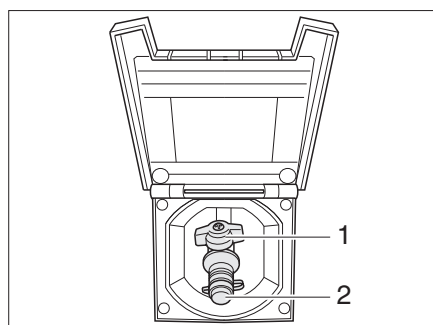

Bild 186 Externer Gasanschluss, Gasabsperrentil geschlossen
Der externe Gasanschluss (Bild 186) befindet sich je nach Modell am Heck oder auf der linken bzw. rechten Fahrzeugseite.
- Externes Gasgerät an der Anschluss-Stelle (Bild 186,2) anschließen.
- Das Gasabsperrentil (Bild 186,1) öffnen.